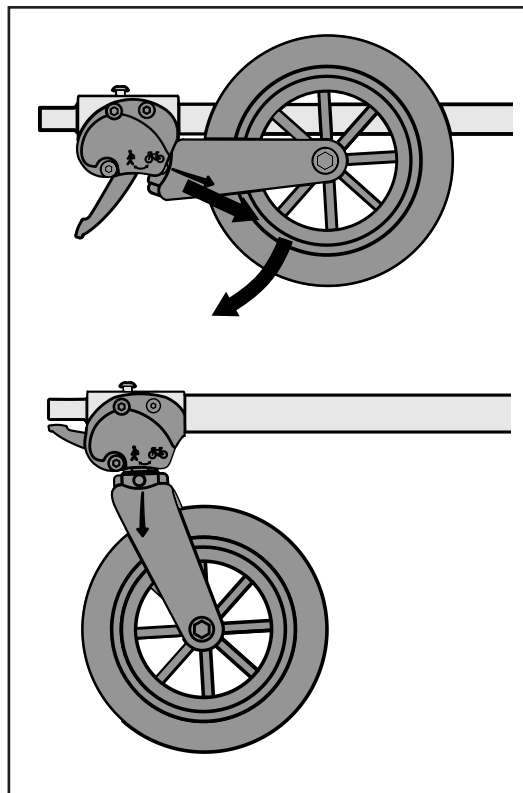

Abbildung 13
1. Die Gabel wie gezeigt (Abbildung 13) herausziehen, dann das Rad vollständig nach unten drücken. Die Gabel wird dadurch automatisch verriegelt.